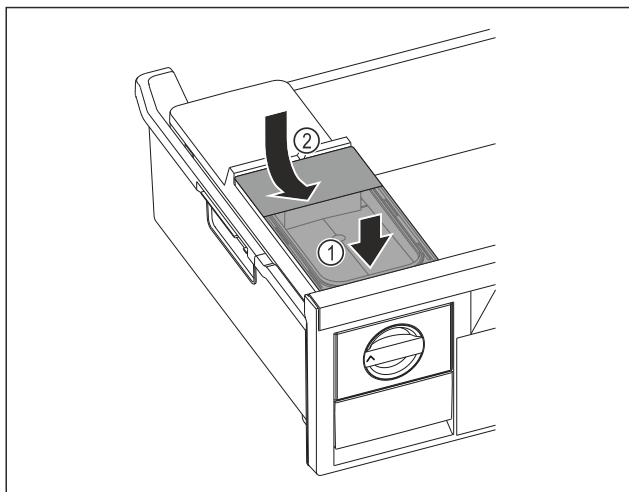

Fig. 122
- ▶ Sæt vandtanken i forfra. Fig. 122 (1)
- ▶ Sænk vandtank ned bagest. Fig. 122 (2)